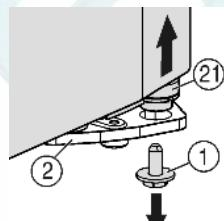
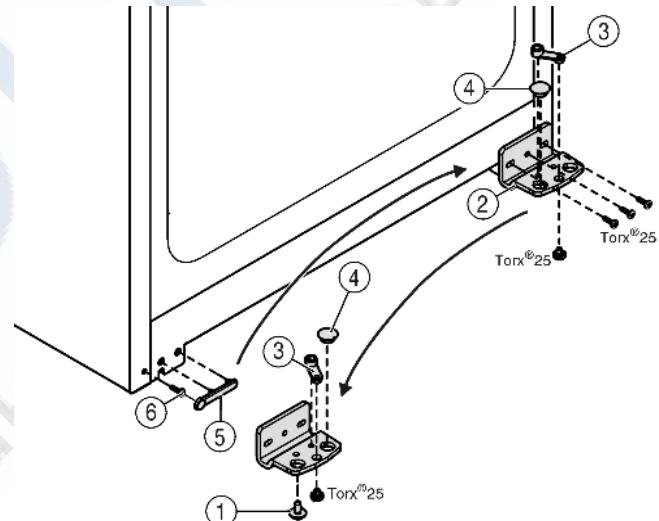

Fig. 4
Fig. 5
- ▶ Внизу справа на опорном кронштейне выкрутите фиксирующий винт Fig. 4 (1).
- ▶ Опорный палец Fig. 4 (21) можно извлечь из опорного кронштейна Fig. 5 (2).
- ▶ Сли установочный винт Fig. 4 (21) не откручивается, его можно вынуть, нажав на него снизу.
- ▶ Открутите опорный кронштейн Fig. 5 (2).
- ▶ Открутите опорную деталь Fig. 5 (3) и, переставив в отверстие на противоположной стороне опорного кронштейна, снова прикрутите.
- ▶ Извлеките заглушку Fig. 5 (4) из опорного кронштейна и переставьте ее в отверстие на противоположной стороне опорного кронштейна.
- ▶ Осторожно снимите крышку со стороны ручки Fig. 5 (5).
- ▶ Выкрутите болт Fig. 5 (6) и вкрутите на противоположной стороне.
- ▶ Снова установите крышку Fig. 5 (5).
- ▶ Снова прикрутите опорный кронштейн Fig. 5 (2) на новой стороне шарнира (**с моментом 4 Нм**). При необходимости используйте аккумуляторный шуруповерт.
- ▶ Вкрутите фиксирующий винт Fig. 4 (1) внизу в опорный палец и затяните (**с моментом 4 Нм**).